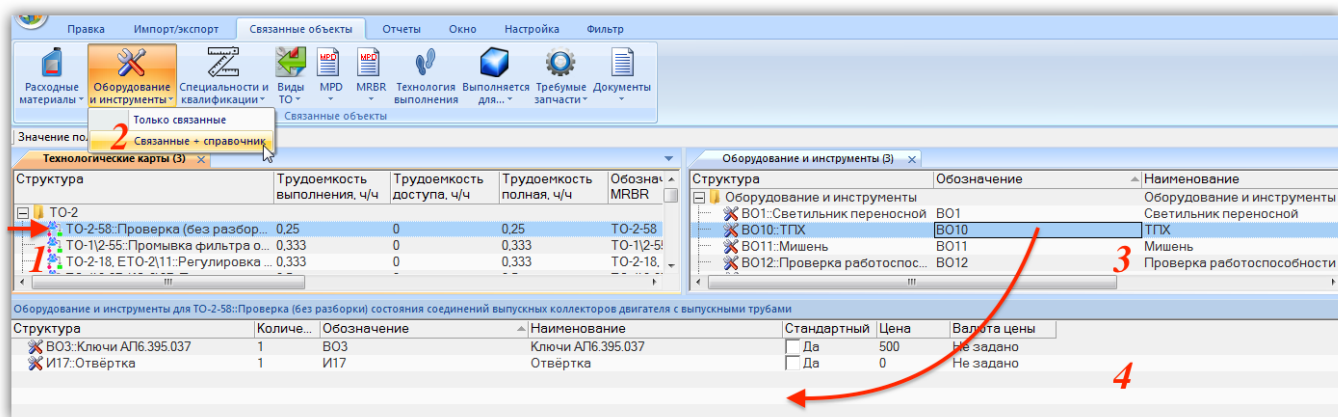

Рис. 17-57 – Оборудование и инструмент, применяемые при выполнении ТК
- 1) Выделить техкарту в рабочем окне «Технологические карты» (1 на рис. 17-57).